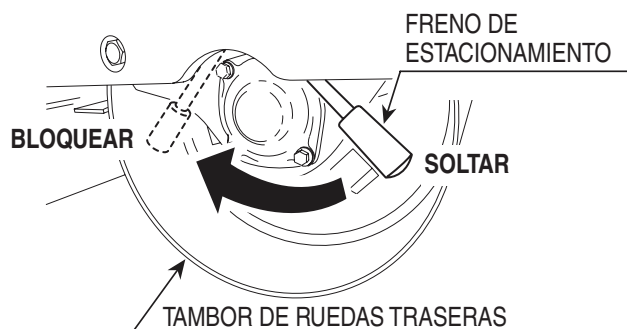

Figura 20. Freno de estacionamiento (bloquear)
4. Bloquee el freno de estacionamiento (Figura 20).